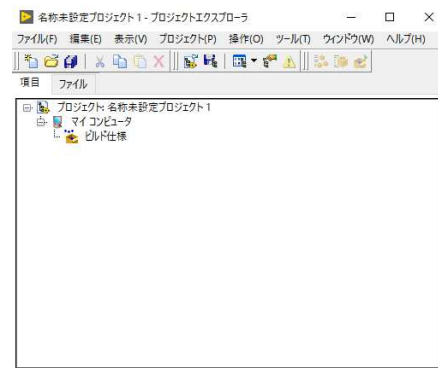

図 4 プロジェクトエクスプローラ
(5) 図 4 のプロジェクトエクスプローラが表示される。この段階ではプロジェクト名が設定されていないので、「ファイル」もしくは保存ボタン(左上のフロッピーのアイコン)から保存画面を開き、プロジェクト名を設定して保存する。保存場所を移動してデスクトップ上に保存すること。
(6) プロジェクトに myRIO を追加する。図 4 の「プロジェクト:○○(○○にはプロジェクト名が入る)」を右クリックし、「新規」→「ターゲットとデバイス」を選択する。